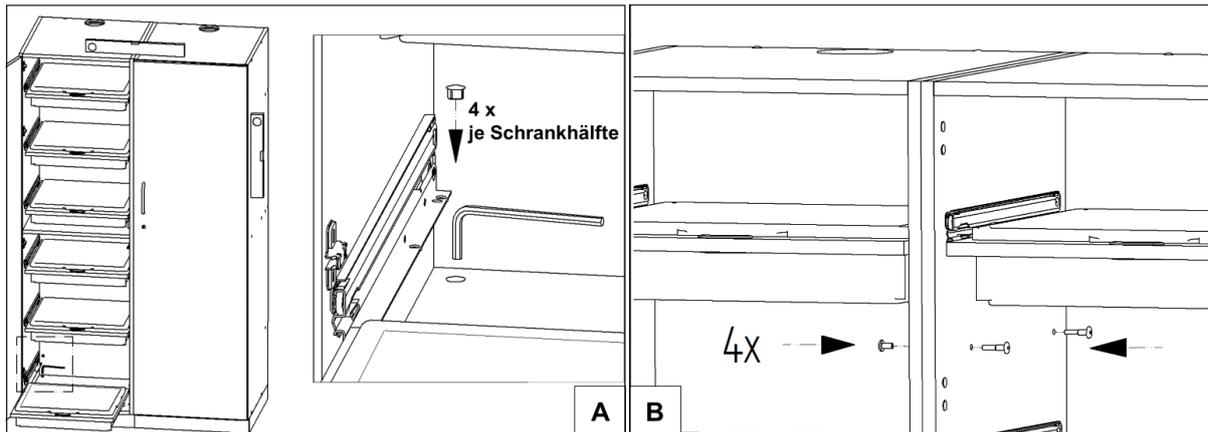

Abb. 10: Ausrichten eines zweiteiligen ACID C pro XL
- ➔ Sicherheitsschrank ruckfrei mit einem geeigneten Transportmittel anheben (A).
- ➔ Sicherheitsschrank ausrichten (☞ Abbildung 10 auf Seite 21).